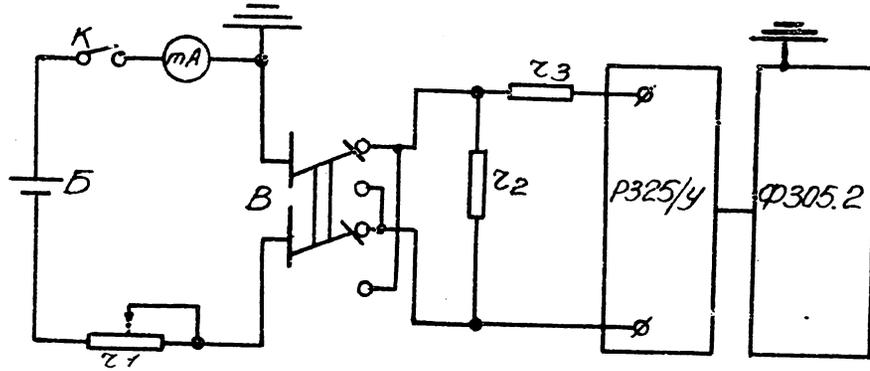

Рис. 4.
5.1. Поверку микровольтнаноамперметра Р325 проводите по схеме рис.4.
Входное сопротивление на компенсационных диапазонах измерения по току определяйте на диапазоне измерения 0,5 мкА при $Z_3 = 100 \text{ Ом}$ в схеме рис.4 по формуле
- а/ схему рис.4 поместите на заземленный металлический лист / или в металлический ящик/;
- б/ заземлите точку схемы согласно рис.4 ;
- г/ во избежание образования контура с большим потокосцеплением с внешними магнитными полями проводники схемы, идущие от зажимов "X" прибора РЗ25/У к образцовой катушке Z_2 (рис.4.) и к сопротивлению Z_3 , сбейте друг с другом.
5.5. Подстройку положительной обратной связи производите в схеме рис.4 следующим образом:
в/ установите в схеме рис.4 сопротивление $Z_2 = 0,001 \text{ Ом}$ или $0,01 \text{ Ом}$;